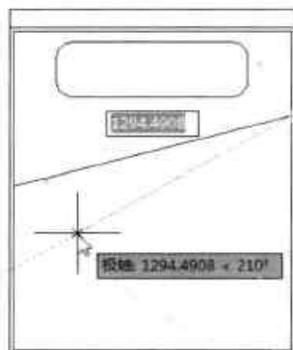

图7-72 绘制斜线
Step06 同样执行“直线”和“极轴”命令，将增量角设为 30° ，并绘制另一条斜线，如图7-72所示。